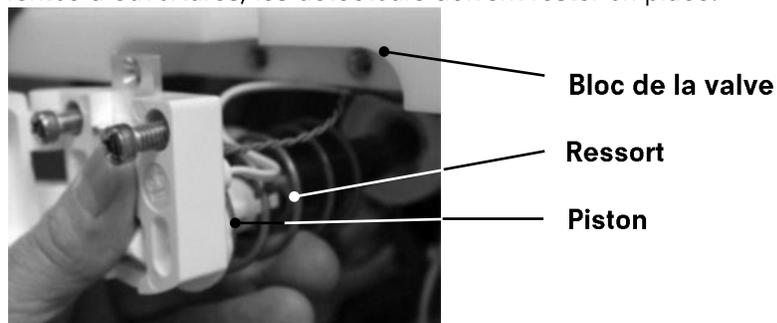

Figure 2
10. Démontez doucement l'unité de la valve (voir figure 2) et mettez les pièces qui le constituent dans un contenant d'eau chaude et savonneuse. Faites bien attention de ne pas tirer sur les fils qui sont attachés au distributeur. Ils passent à travers du corps de la valve et de l'oeillet du collier de plastique qui retient le ressort, on ne peut donc pas complètement enlever ces pièces. On ne peut déplacer le corps de la valve que sur la longueur des fils du thermistor et du commutateur à lames.